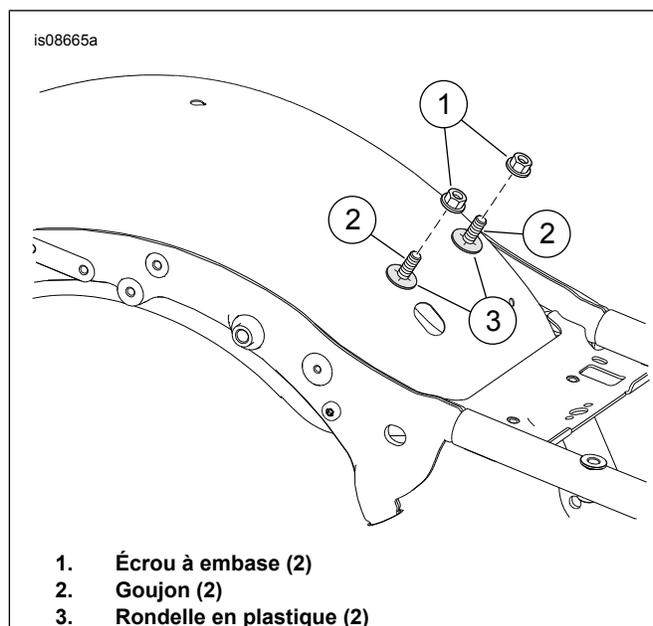

Figure 2. Matériel de montage
3. Consultez Figure 2 . Retirer les écrous (1). Laisser les rondelles (3) et les goujons (2) en place.
5. Voir la Figure 2. Placer la base de montage au-dessus des goujons (2) et des rondelles en plastique (3).